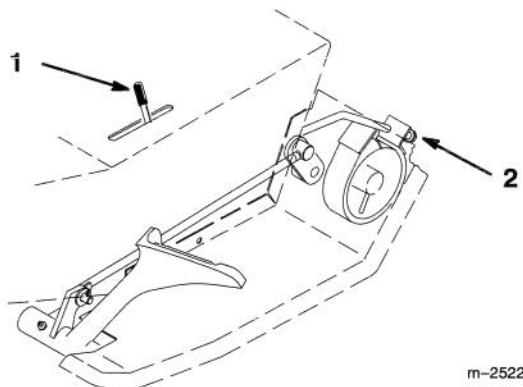

Figure 28
Le dispositif de réglage du frein se trouve sous le capot latéral gauche (Fig. 28). Si le frein de stationnement n'agit pas suffisamment, un réglage est nécessaire.
3. Pour régler le frein, serrer l'écrou de réglage jusqu'à ce que les roues arrière patinent, puis serrer encore de 1/2 tour supplémentaire (Fig. 28).